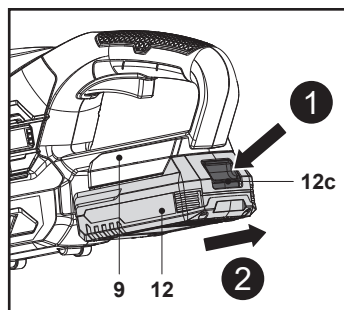

Fig. 4
- Apasă pe butonul de eliberare (12c) și scoate acumulatorul (12) din portul de conectare (9) (Fig. 4).